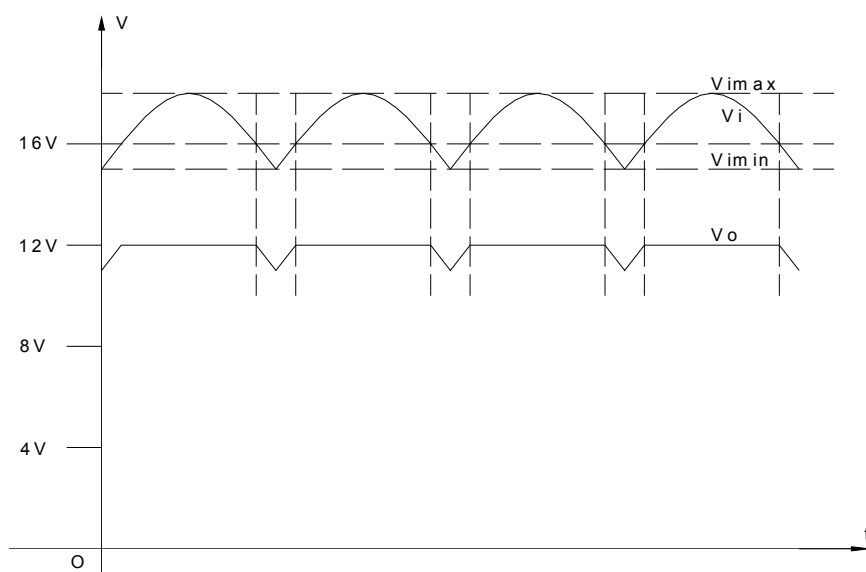

图 8
7.4.2 图 8 为 R_s 为 0 时，输入电压与输出电压的关系图，由于输入电压最小值小于 16V，输出电压在对应时刻也会小于 12V，测出的纹波电压也会较大。